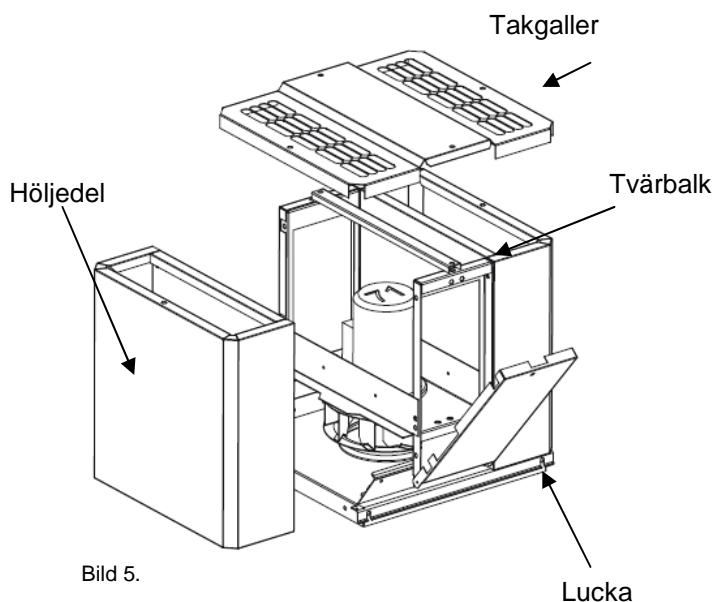

Bild 5.
4. Sänk der fläkthöljet, ta bort takgaller (se Bild 5) , lösgör elkablarna från kopplingsdosan och motorn från motorhylla.